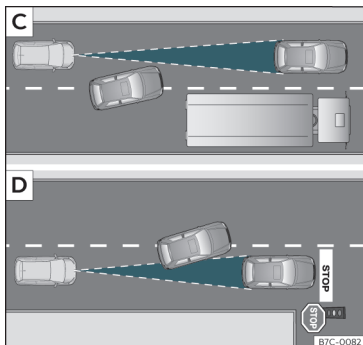

Fig. 155 [C] Veicolo che cambia corsia. [D] Veicolo che sterza e altro veicolo fermo.
- Veicoli che cambiano corsia sulla quale state circolando a breve distanza dal vostro veicolo » » **fig. 155** [C].
L'ACC potrebbe non reagire a veicoli fermi. Se, ad esempio, un veicolo rilevato dall'ACC effettua una svolta o si sposta e di fronte ad esso si trova un veicolo fermo, l'ACC non reagirà a tale veicolo » » **fig. 155** [D].